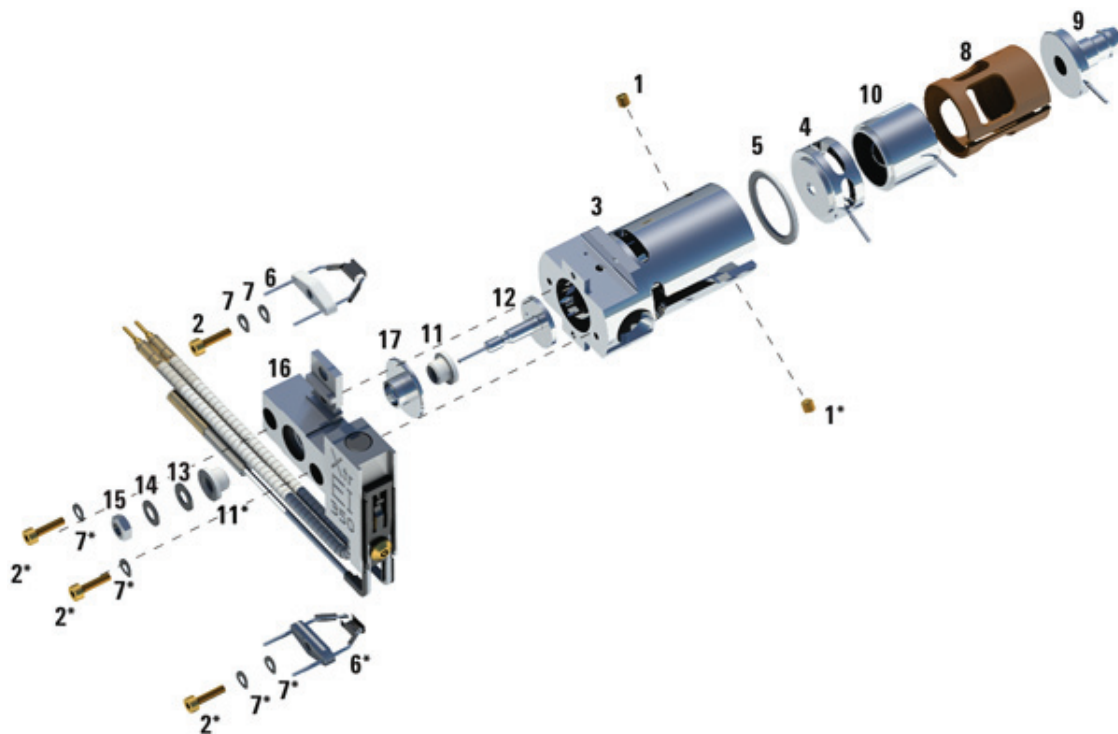

图 65. 组装 EI XTR 离子源
在使用此步骤时，请参考分解部件视图（图 65）和 EI XTR 部件列表（表 26（第 182 页））。
- 3 按图 65（第 182 页）中所示顺序将入口透镜和离子聚焦透镜插入绝缘体。
表 26 EI XTR 离子源部件列表 (图 65)
表 26 EI XTR 离子源部件列表 (图 65) (续)